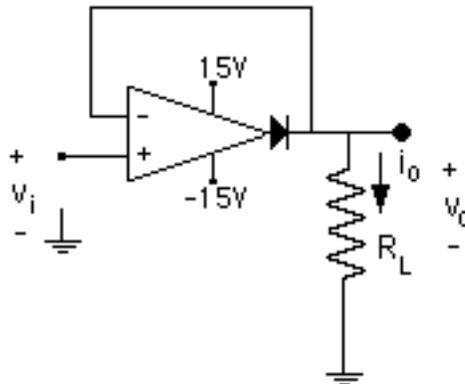

Figura 7.3. Rectificador de media onda de precisión: Superdiodo
6.- En el circuito de la Figura 7.3, el rectificador de media onda de precisión, explique brevemente cómo funciona este circuito y cuál es su objetivo fundamental. Haga un esquema de la forma de onda de voltaje que espera observar en la resistencia de carga, indicando los tiempos de interés. Dibuje la función de transferencia V_o vs V_i de este circuito.
7.- Utilizando los valores indicados por su profesor, realice la simulación interactiva del circuito de la Figura 7.3 en MULTISIM, usando el osciloscopio Tektronix de la sección de instrumentos virtuales a fin de observar en la pantalla los voltajes de entrada y salida de dicho circuito para señales con amplitudes en el orden de las decenas y centenas de milivoltios y en el unidades de voltios. Realice también el análisis transitorio (TRANSIENT) para obtener los voltajes de entrada y salida sobre los que pueda utilizar marcadores para determinar con precisión las variables de interés.
12.- Monte el circuito de la Figura 7.3 alimentado con el generador de funciones y monte también en el protoboard un rectificador de media onda formado por un diodo y una resistencia de carga igual a la conectada al superdiodo. Aplique la misma señal del generador de funciones a ambos circuitos. Observe en la pantalla del osciloscopio el voltaje de entrada y el voltaje de salida para cada uno de los circuitos, registre las formas de onda observadas y anote sus comentarios.